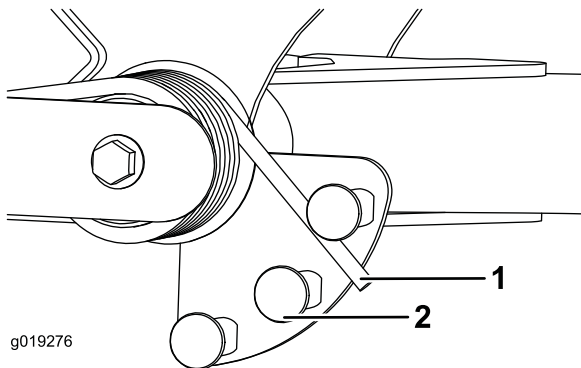

Bild 35
2. Stecken Sie ein Rohr oder ein ähnliches Objekt in das lange Federende und drehen Sie es um den Federaktuator in die gewünschte Stellung (Bild 35).